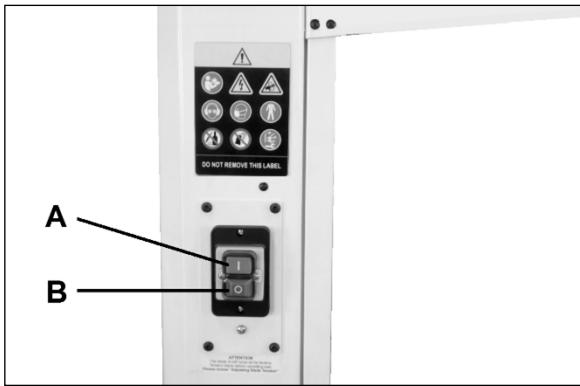

Abb. 18
Die Maschine kann mit dem grünen Einschalter (ON) (A, Abb. 18) gestartet werden. Bei Betätigung des roten Ausschalters (OFF) (B) am Hauptschalter wird der Maschinenbetrieb gestoppt.